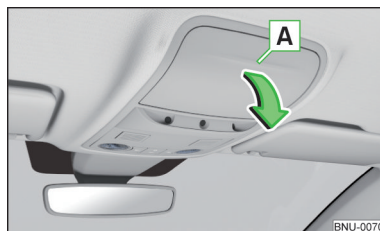

Fig. 108
- Para **abrir**, presionar sobre la tapa del guardalentes en el área **A**. El compartimiento se abre en el sentido de la flecha » fig. 108.